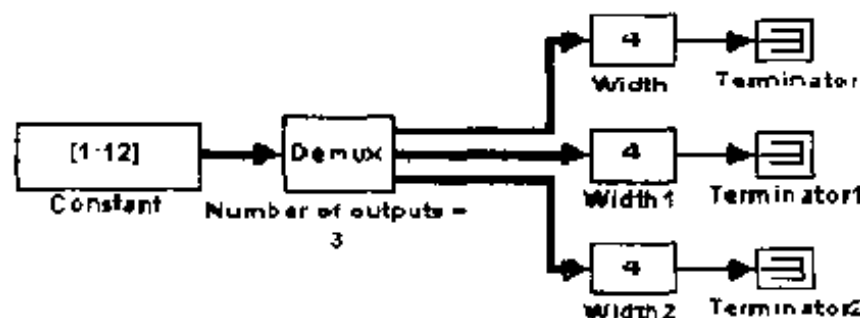

图 7.131 Demux 模块应用举例(2)
- 若输入信号宽度能被输出数量均分, Demux 模块将把输入信号分解成相同宽度的矢量信号输出。在如图 7.131 所示的模型中, Demux 模块将一个 12 元素的矢量信号分解成三个 4 元素宽的矢量信号输出。